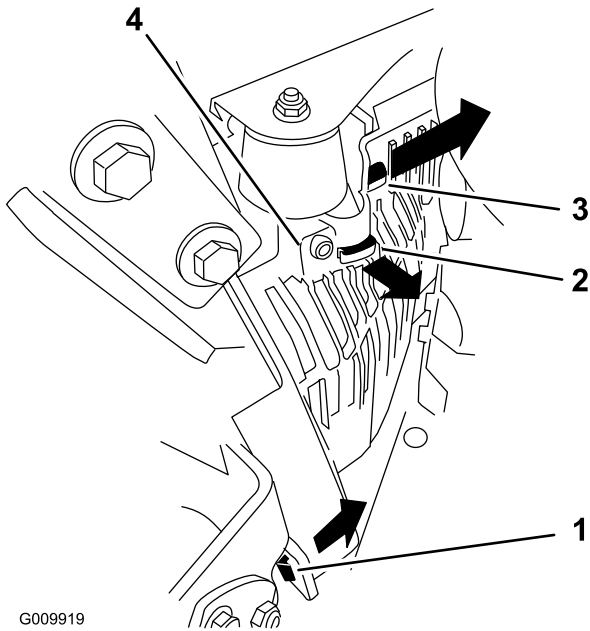

Figure 61
3. Déposez la protection de l'unité hydraulique gauche dans l'ordre indiqué à la Figure 61. Vous pourrez ensuite accéder à la bougie avant.
- Montez le capot de l'unité hydraulique gauche (Figure 61).